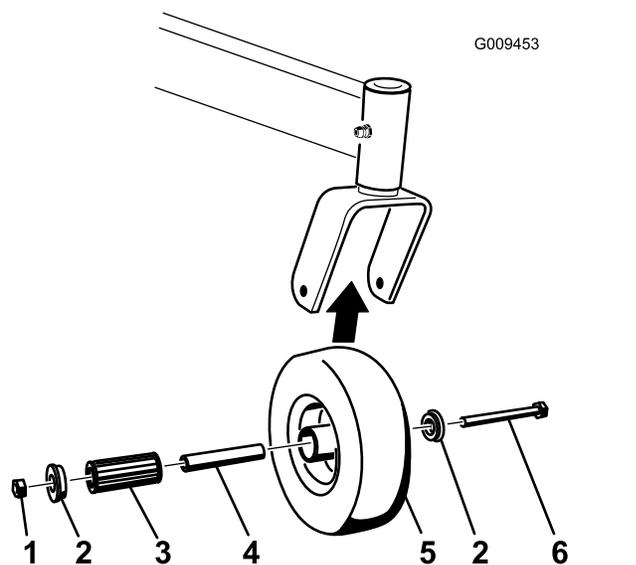

図 48
1. キャスタホイールをキャスタフォークに固定しているロックナットとホイールボルトを外す 図 48。
2. ブッシュを1つ外し、次にスパナブッシュとローラベアリングをホイールハブから抜き出す 図 48。
3. ホイールハブからもう1つのブッシュを取り出し、ハブについているグリスや汚れを落とす 図 48。
**注** 破損・摩耗しているパーツは交換する 図 48。
5. ホイールハブにブッシュ1つを入れる 図 48。
6. ローラベアリングとスパナブッシュにグリスを塗ってホイールハブに取り付ける 図 48。
7. ホイールハブに残りのブッシュ1つを入れる 図 48。
8. キャスタホイールをキャスタフォークに取り付け、ホイールボルトとロックナットで固定する 図 48。
9. スパナブッシュがキャスタフォークの一番奥に当たるまでロックナットを締め付ける 図 48。